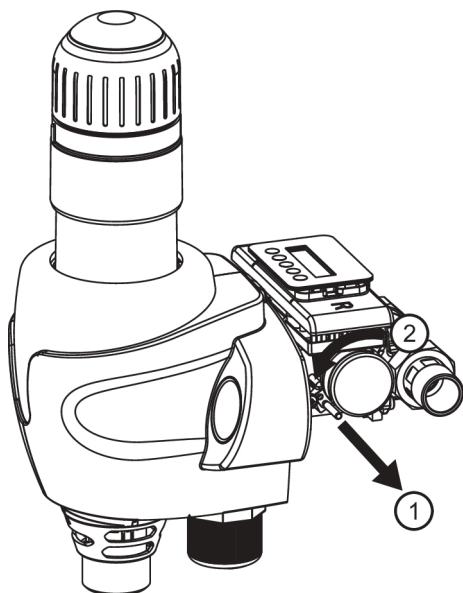

Abb. 9: Roten Arretierstift entfernen und Motor drehen
4. Roten Arretierstift entfernen (siehe Abbildung 9).
5. Motor **gegen** den Uhrzeigersinn um ca. 90 Grad (eine viertel Umdrehung) drehen (siehe Abbildung 9). Dafür muss keine Schraube gelöst werden.